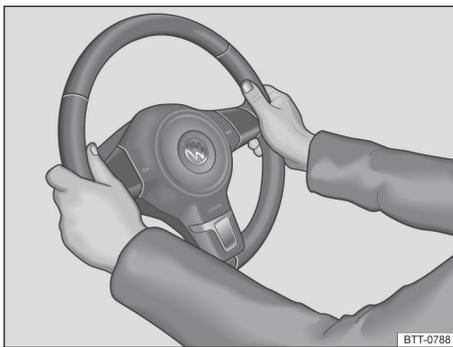

Fig. 54 No volante: posição 9 e 3 horas.
- Ajustar o volante de forma que possa ser segurado lateralmente com ambas as mãos e braços ligeiramente arqueados na borda externa (posições 9 horas e 3 horas) ⇒ Fig. 54 ⇒ .
- Durante a viagem, sempre segurar o volante lateralmente com ambas as mãos na borda externa nas posições de 9 horas e 3 horas ⇒ Fig. 54 para diminuir ferimentos pelo acionamento do airbag dianteiro do condutor.